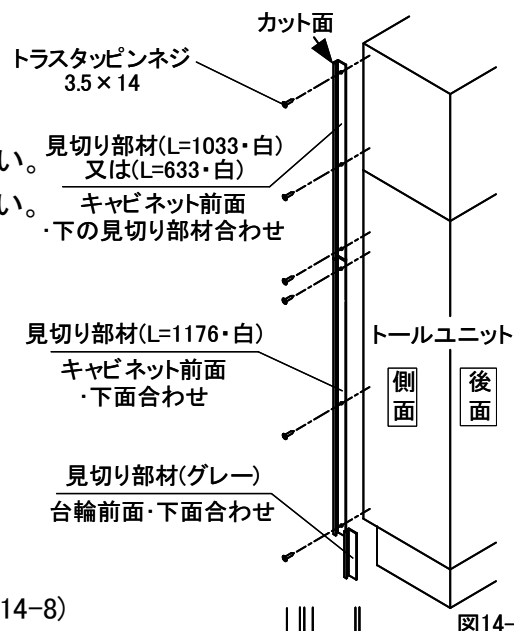

図14-8
④ 見切り部材(グレー)の離型紙を剥がしてテープで固定してください。(図14-8)
⑤ 見切り部材(白)をキャビネットにネジ(トラスネジ3.5×14)で固定してください。
(図14-8)